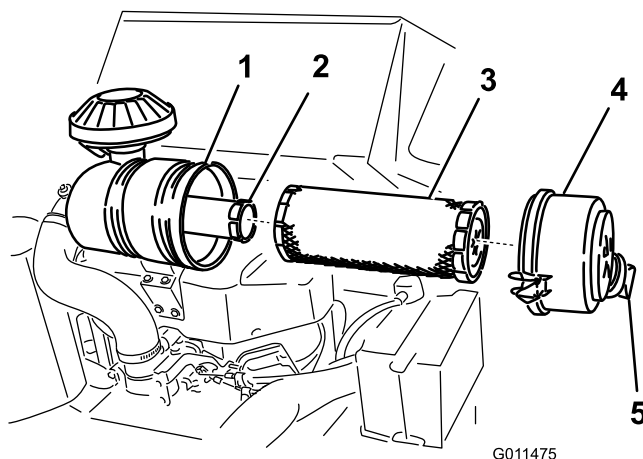

Figura 30
3. Abra los cierres del limpiador de aire y tire de la tapa del limpiador de aire para separarla de la carcasa del limpiador de aire (Figura 30).
1. Extraiga con cuidado el filtro primario del cuerpo del limpiador de aire (Figura 30). Evite golpear el filtro contra el lado de la carcasa.
4. Si va a cambiar el filtro de seguridad, deslice cuidadosamente el filtro nuevo en el cuerpo del filtro (Figura 30).
5. Deslice cuidadosamente el filtro primario por encima del filtro de seguridad (Figura 30). Asegúrese de que está bien asentado empujando sobre el borde exterior del filtro mientras lo instala.
6. Instale la tapa del limpiador de aire con el tapón antipolvo orientado según se muestra en Figura 30, y cierre los enganches.